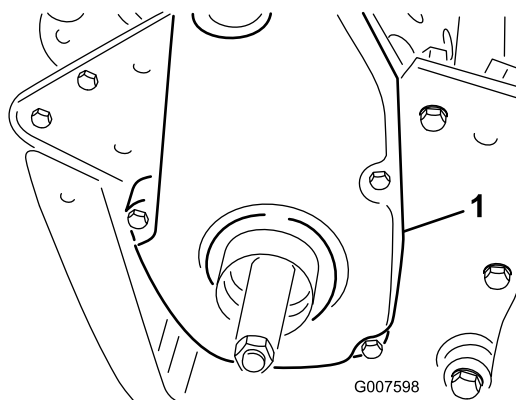

Figure 47
6. Enlevez le couvercle de courroie arrière du côté droit de la machine (Figure 47).